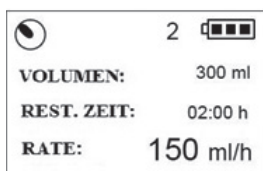

Abb. 43: Programm 2 keine zyklische Wiederholung
- Bestätigen Sie Ihre Wahl durch Drücken der  -Taste. Sie gelangen zum Hauptbildschirm (Abb. 43). Im Beispiel wurde Programm 2 gewählt.